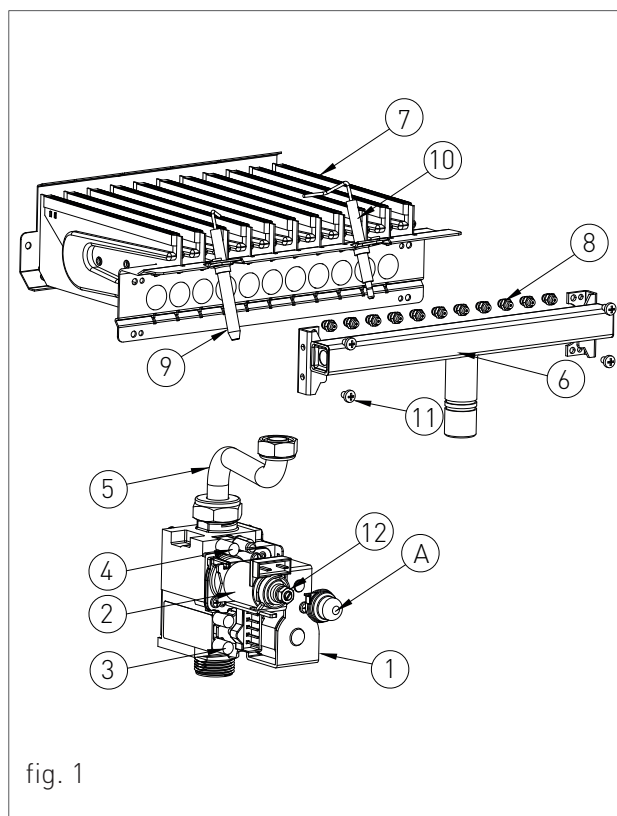

fig. 1
Per eseguire la trasformazione procedere nel seguente modo (vedi fig. 1):
9. nel caso di trasformazione METANO – GPL togliere il tappo 'A' dal modulatore (fig. 1) e avvitare completamente il dado '12' con una chiave aperta da 10; misurare la pressione di ingresso della valvola inserendo un manometro nella presa di pressione d'entrata '3' con bruciatore acceso, e regolare il riduttore di pressione di rete secondo i dati riportati al capitolo 'DATI TECNICI'. Nel caso di miscela di gas G30 – G31 regolare l'ingresso alla pressione del G31. Per tarare la minima meccanica vedi capitolo 'VERIFICA E TARATURA DELLE PRESSIONI GAS'.